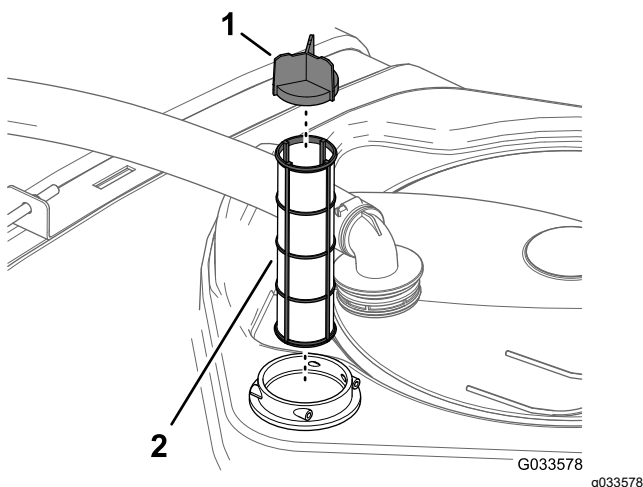

図 88
4. フィルタハウジングタンク内部からストレーナを取り出す 図 88。